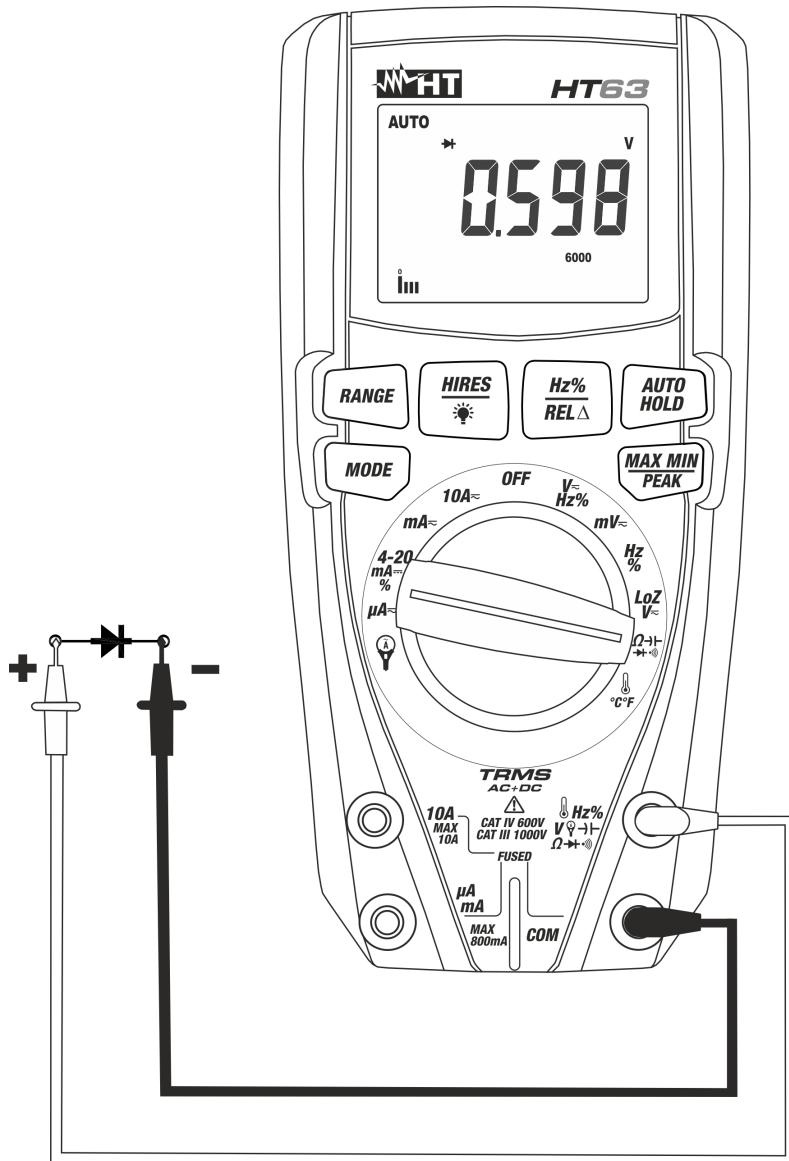

Fig. 7: Uso do instrumento para o Teste de Díodos
4. Colocar as ponteiras nas extremidades do diodo em exame (ver Fig. 7) respeitando as polaridades indicadas. O valor da tensão do patamar em polarização direta é apresentado no display.
6. Se o instrumento apresenta a mensagem "O.L" os terminais do diodo estão invertidos em relação ao indicado na Fig. 7 ou a junção P-N do diodo está danificada.